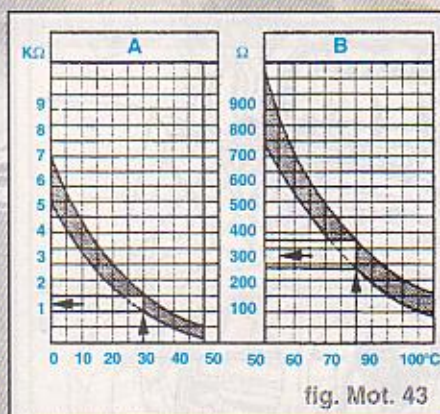

fig. Mot. 43
- Valeur de la résistance pour le transmetteur de température (fig. Mot. 43).
- moteurs 1,6 l & 1,8 l (fig. Mot. 43)